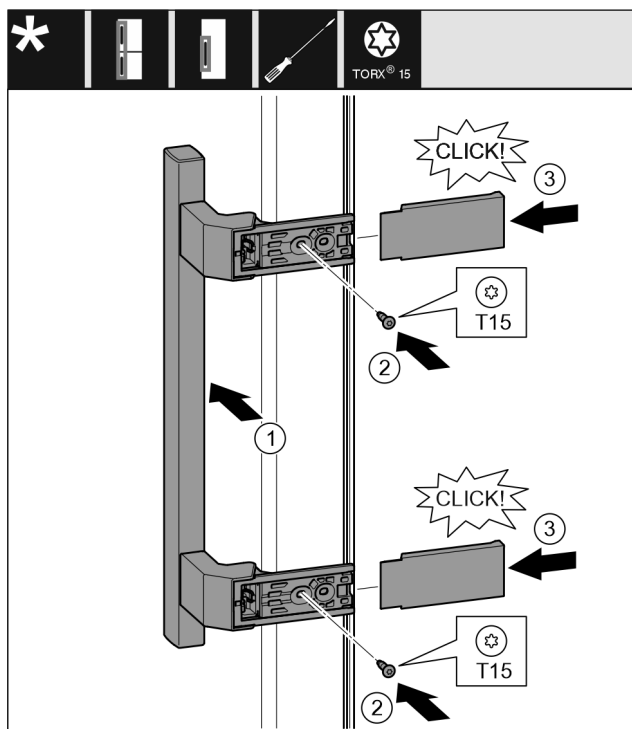

Fig. 40
- Nasad'te madlo na protilehlé straně. Fig. 40 (1)
- Šroubovákem T15 pevně utáhněte šrouby. Fig. 40 (2)
- Z boku nasad'te a nasuňte kryty. Fig. 40 (3)